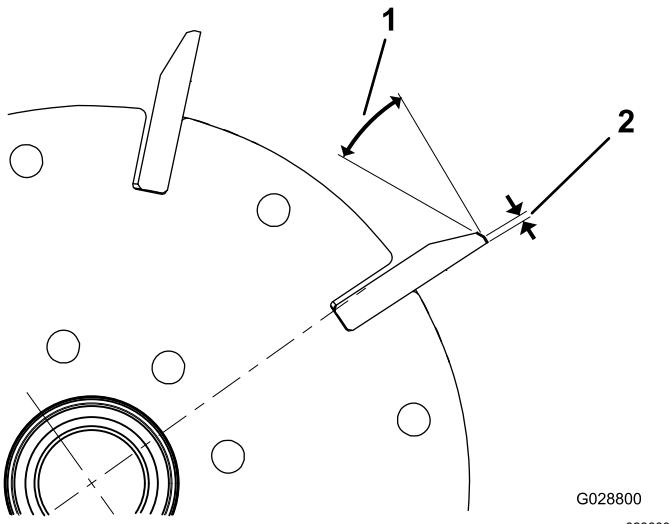

Figura 27
1. Applicate una rettifica di scarico di 30° su tutte le lame del cilindro in modo da ottenere una larghezza a terra di 1,3 mm (Figura 27).